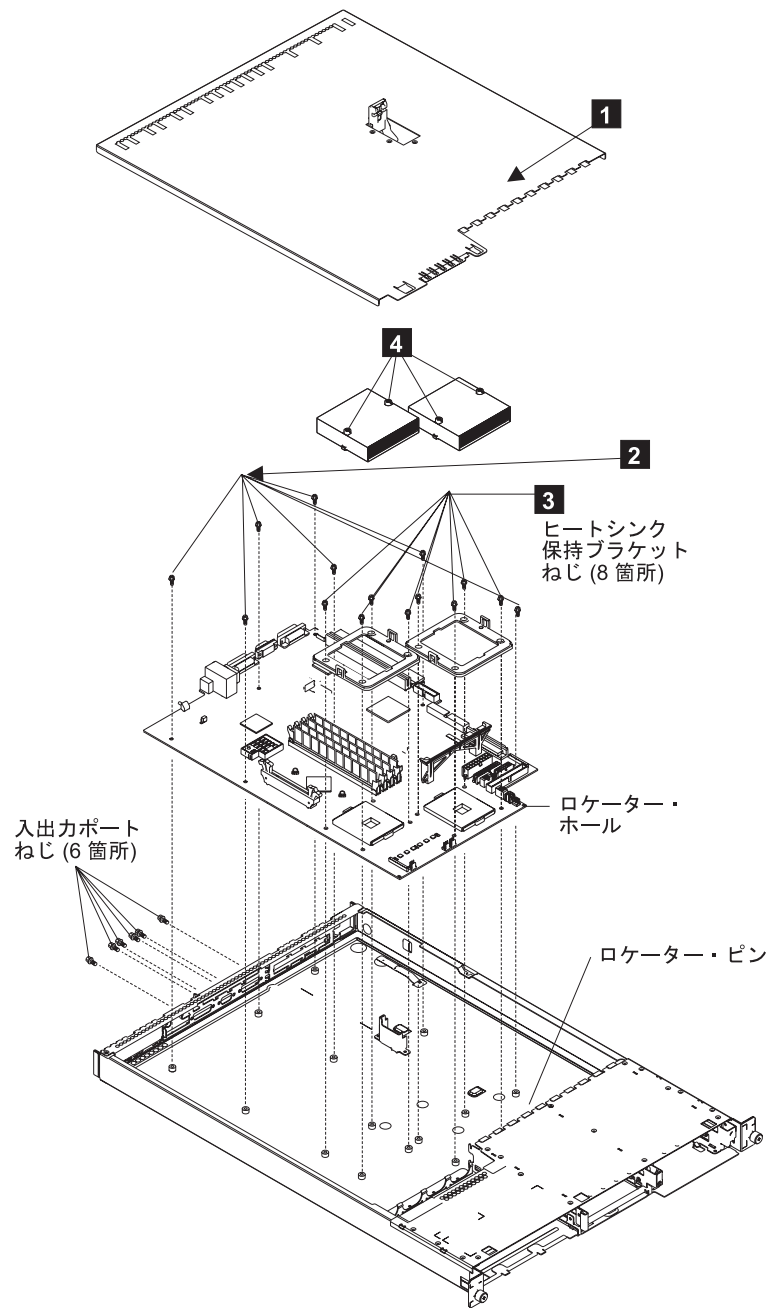

図 133. システム・ボードの交換
2. 7 個のねじ **2** を交換します。409 ページの図 133 を参照してください。
5. それぞれのヒートシンク保持ブラケット **3** のねじを交換します。409 ページの図 133 を参照してください。